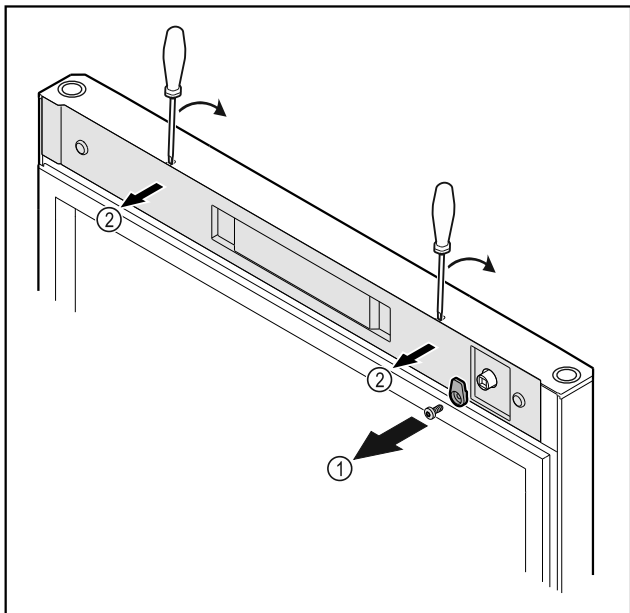

Fig. 12 *
- Irrota sulkuhaka Fig. 12 (1)*
- Paina suojus Fig. 12 (2) pienellä ruuvimeisselillä paikaltaan ja ota se pois.*